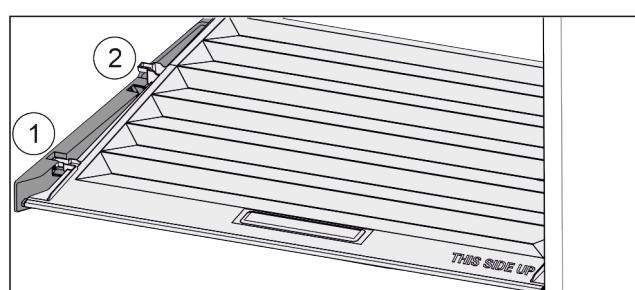

Fig. 32
- Потянуть крышку до отверстия в поддерживающих деталях вперед Fig. 32 (1).
- ▶ Поднять сзади снизу и извлечь Fig. 32 (2) движением вверх.